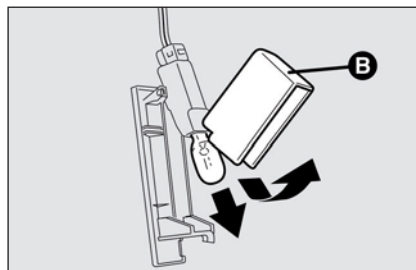

fig. 42
- ☐ abra la protección **B**-fig. 42 y sustituya la lámpara introducida a presión;
- ☐ cierre la protección **B**-fig. 42 en la pantalla transparente;